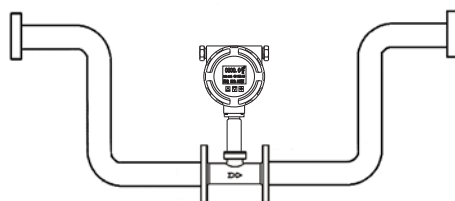

图15
c). 当测量介质为饱和或潮湿气体时，流量计不能装在管线最低处，如图15。在管线低处，蒸汽会凝结成液体，形成水汽两相，可能导致流量计不能正常工作，使测量误差增大。另外，在管线低处，开蒸汽时，可能会产生水锤。
d). 当管道需要保温时，流量计部分保温层的厚度不能超过50mm，如图15。保温层过厚会使信号转换器温度升高，易造成信号转换器损坏。